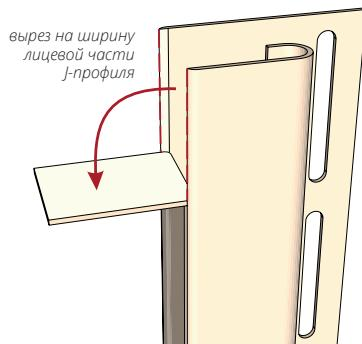
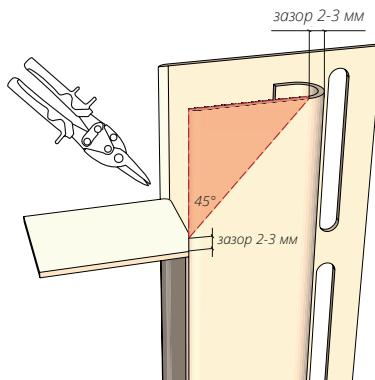

Рисунок 39
Рисунок 40
**Вариант 2.** Сделайте подрез J-профиля, который должен монтироваться верхним, согласно рис. 39. Если соединение лицевой части нужно сделать под 45°, подрежьте J-профиль согласно рис. 40.